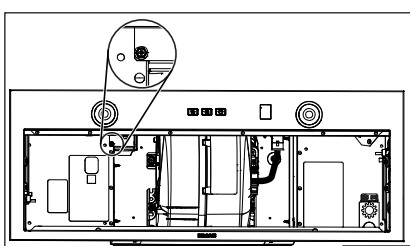

FIG. 17
5. Retirer et mettre de côté la vis (encerclée dans la FIG. 17) située sur le dessus interne de la hotte.